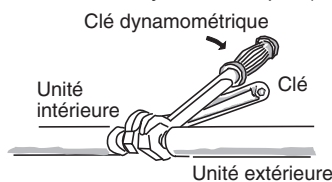

Fig. 5-6
- (2) Pour fixer les écrous évasés, appliquez le couple de serrage spécifié.
- Lors de la dépose des raccords coniques des connexions de tube, ou lors de leur serrage après la connexion du tube, toujours utiliser une clé et une clé dynamométrique. (Fig. 5-6)